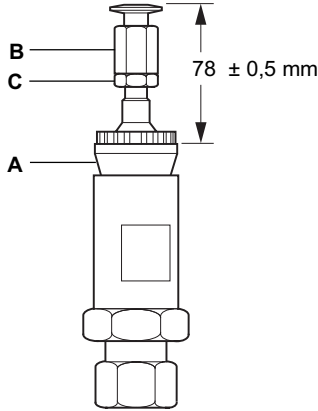

Fig. 12
Para las válvulas autoaccionadas primero montar el kit de acoplamiento EL3808 o EL3809 al cabezal de la válvula (A) como muestra la Fig. 12.